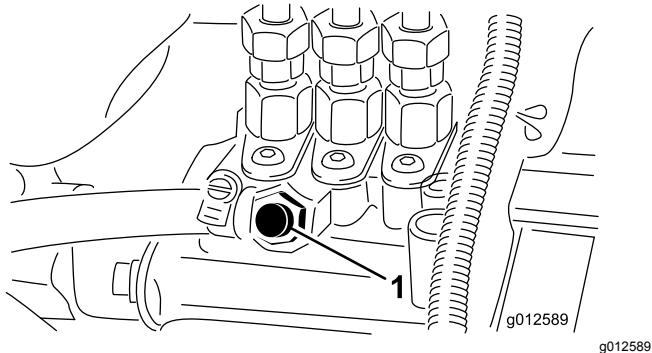

Figura 28
5. Desaperte o parafuso de purga que se encontra na bomba de injeção de combustível (Figura 28).